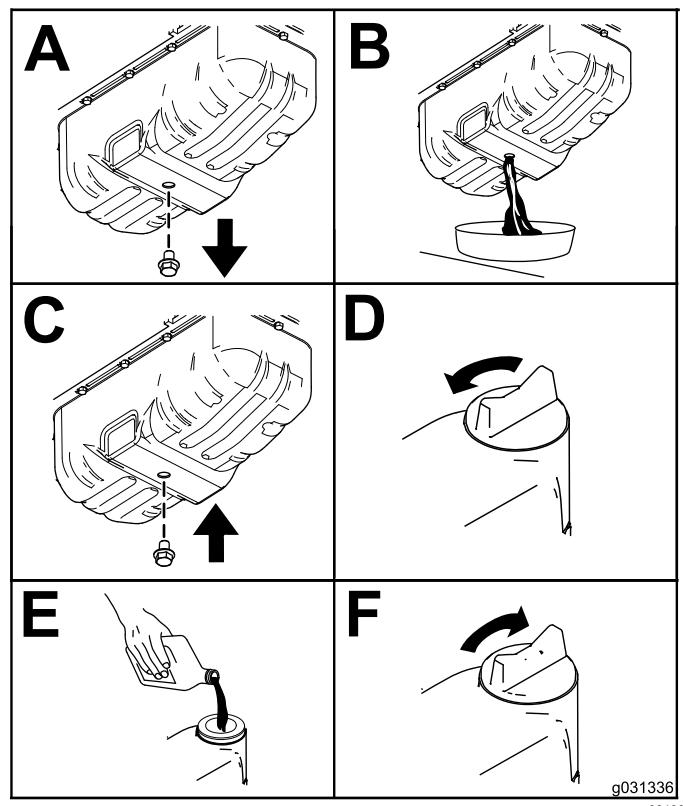

Figura 94
3. Mude o óleo do motor conforme indicado na Figura 94.